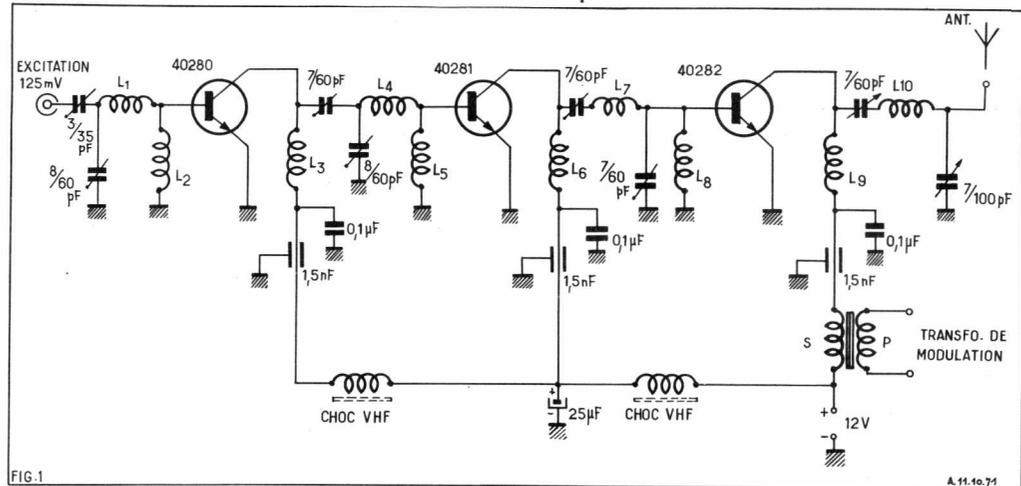

FIGURE 1
Auparavant, il est, au sujet des notations graphiques, une remarque que nous voudrions faire, cela afin de corriger certaines libertés d'écriture constatées dans certaines revues d'électronique : un transistor à effet de champ se schématise comme à la figure 1 et un transistor unijonction se schématise comme à la figure 2.
L'émetteur proprement dit utilise des transistors RCA de la même famille et conçus pour fonctionner ensemble. Le schéma de la chaîne d'émission (figure 1) montre un premier étage utilisant un 40 280 qui reçoit une excitation de l'ordre de 125 mW. Il est suivi d'un étage driver équipé d'un transistor 40 281 monté en amplificateur, classe C et suivi à son tour par l'étage de puissance utilisant un transistor 40 282.
Les trois étages sont montés selon un schéma identique. Leur émetteur est relié à la masse, leur base est également à la masse en l'absence d'excitation et le collecteur est chargé par un circuit accordé afin d'assurer à la fois une charge optimale et un fort coefficient de surtension. Les différentes bobines ont des caractéristiques que donne la légende de la figure 1 et leur réalisation ne pose aucune difficulté, en raison du faible nombre de spires. Le fil émaillé ou argenté est bobiné « sur air ». Les selfs de collecteurs sont découplées par des capacités de 0,1 µF au mica ou au mylar, et les
Pour compléter un ensemble AM/FM par exemple, il faut ajouter au CI un sélecteur (HF et changeurs de fréquence) les diodes de détection et un transistor. Celui-ci servira, d'ailleurs, comme mélangeur oscillateur en AM et comme préamplificateur FI en FM. L'étage HF avant le changement de fréquence n'est pas obligatoire. La figure 1 donne le schéma intérieur du TBA690.
Dans le circuit intégré on a prévu les points 1 et 2 permettant le branchement des bobinages T₅ (FM) et T₆ (AM) qui relieront des étages amplificateurs MF intérieurs du CI comme on peut le voir sur le schéma de la figure 1.